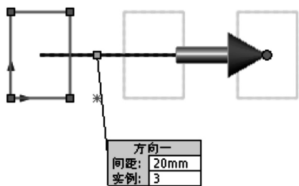
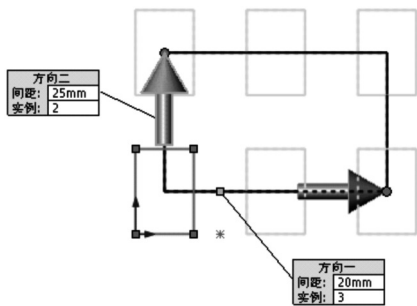

图 3-68 为“方向 1”设定值
图 3-69 为“方向 2”设定值
- [4] 为“方向 1 (X-轴)”设定值, 如图 3-68 所示。为“方向 2 (Y-轴)”进行重复设定值, 如图 3-69 所示。